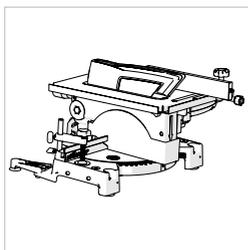

Fig. 18
- Desaperte o parafuso de ajuste da altura da mesa **(Fig. 18)** e baixe a mesa para a sua posição inferior.